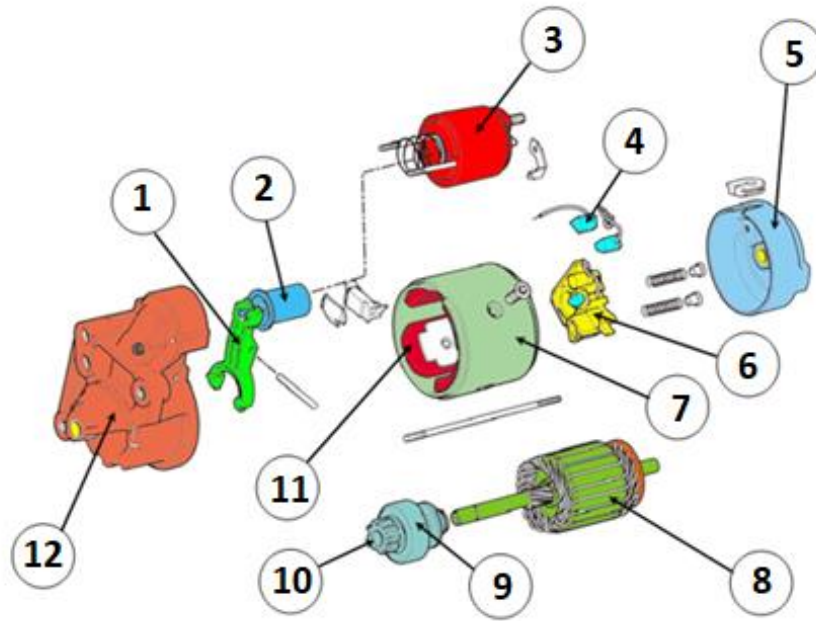

Fig.1
**Q2.** Compléter le tableau suivant, en identifiant les éléments constitutifs du démarreur (Fig.1) :